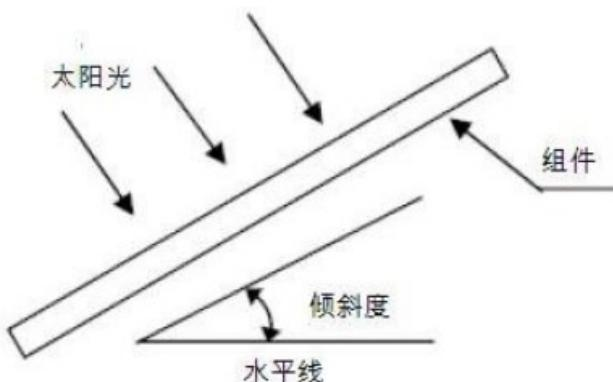

图 2 太阳能组件安装倾斜角
2.2.4 太阳能组件的倾斜角指的是组件表面与地平面之间的夹角，如下图 2 所示，组件表面与太阳光垂直的时候功率输出最大。建议组件安装角度不小于 10 度。要了解最佳的安装倾斜角的详细信息，请参考咨询当地可靠的太阳能系统安装公司。